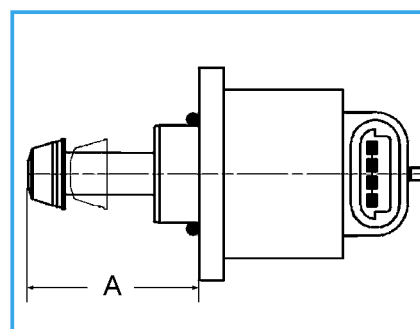

Fig. 5 A – Mesure de réglage pour le montage provisoire de 35 à 36 mm.
- Retirer avec précaution le cône de réglage du moteur pas à pas (sans utiliser la force) jusqu'à ce que la mesure « A », fig. 5 soit atteinte (ne pas la retirer complètement).